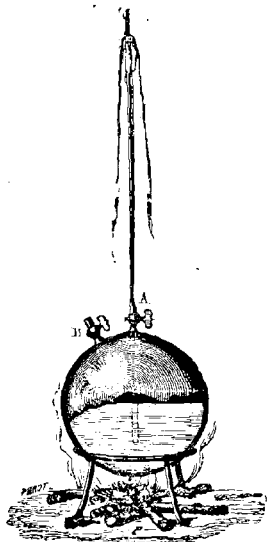

Fig. 87.
2. En 1615, dans un ouvrage intitulé : *Raisons des forces mouvantes*, un autre Français, l'ingénieur Salomon de Caus², répétant ce que le physicien Porta³ avait déjà dit en 1568, décrit une expérience de physique par laquelle on démontre que la vapeur d'eau peut, en vertu de son élasticité, presser sur la surface d'un liquide et le faire monter plus haut que son niveau. Pour mettre ce phénomène en évidence, il emploie (fig. 87)